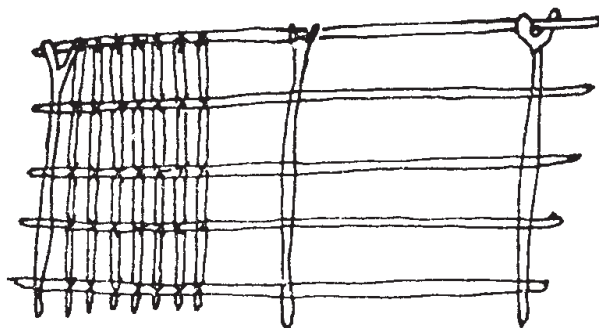

Figura 4
- Amarra en forma vertical listones de madera de 2 a 4 cm de diámetro a todo lo largo y por fuera de la que será la cerca; en cada tronco transversal amarra fuertemente cada listón de madera con cáñamo, bejuco o alambre (figura 4).